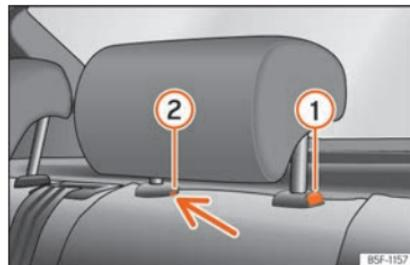

Fig. 112 Encosto de cabeça traseiro: desmontagem.
- Pressione o botão »» **Fig. 112** ①, pressionando ao mesmo tempo através do orifício da trava de segurança ② com uma chave de fendas plana com um máximo de 5 mm de largura e retire o encosto de cabeça.